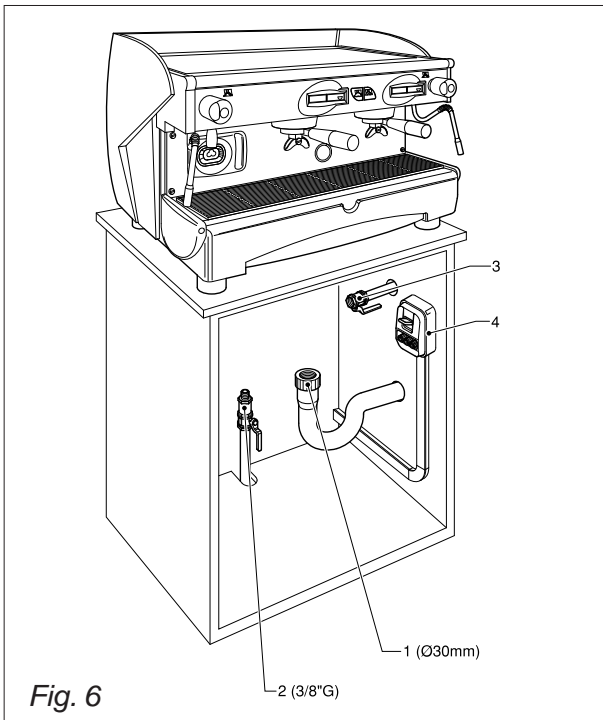

Fig. 6
##### 6.1.1. Wasser- und Gasanschluß Abb.6
In beiden Fällen muss wie auf dem Maschinenschild steht (*Bild 1*), vor dem Stromkabel ein automatischer Fehlerstrom-Schutzschalter 4 (*Bild 6*) komplett mit Magnetauslösern vorgesehen sein, deren Kontakte mindestens 3 mm Öffnung haben müssen.
- Den Wasserzufuhrhahn 2 Abb.6 öffnen;
- Den Gashahn 3 in Abb.6 öffnen;